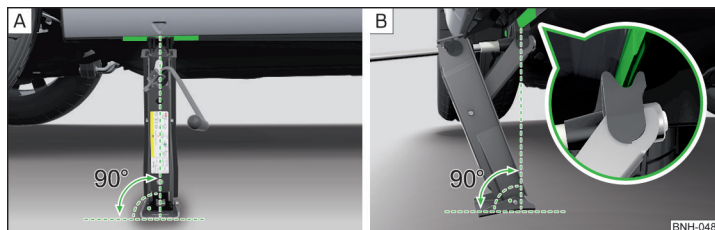

Abb. 249 **Wagenheber ansetzen**
- ▶ Die Grundplatte des Wagenhebers mit der gesamten Fläche auf einem geraden Untergrund stellen, sodass sich der Heber in senkrechter Position zum Aufnahmesteg befindet » Abb. 249 - **[A]**.
- ▶ Den Wagenheber mit der Kurbel so weit hoch drehen, bis die Klaue des Hebers den Steg umfasst » Abb. 249 - **[B]**.